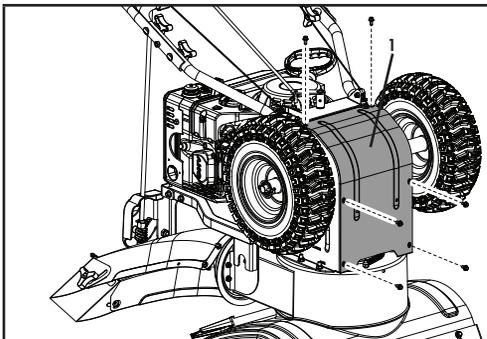

Figure 31
5. Enlevez le couvercle de la base du châssis (1) du dessous de la souffleuse à neige en enlevant les 6 vis M6 x 16 qui le retiennent (figure 31).